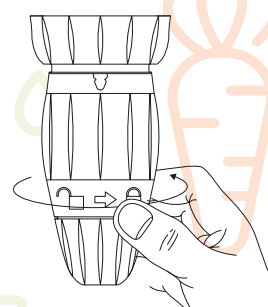

Fig. 12
4. Volte a apertar a porca de trava do ajuste de dosagem (Fig 12.)